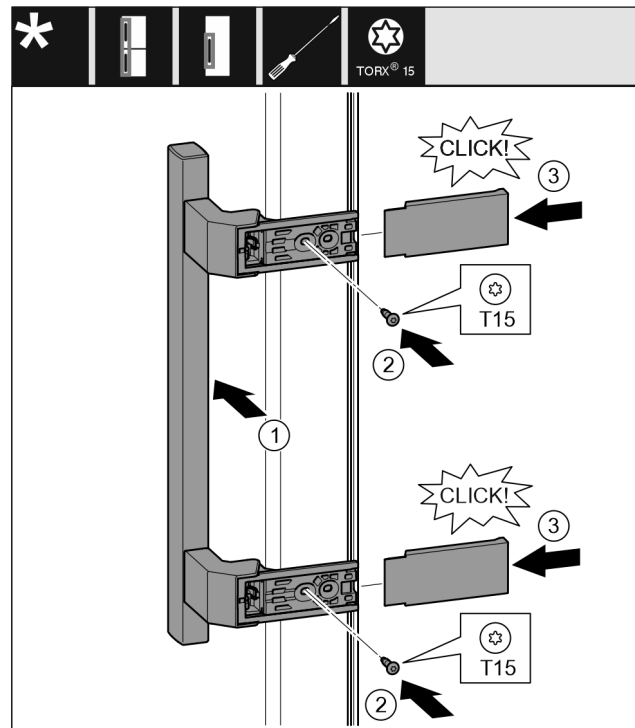

Fig. 18
- Поставете дръжката от другата страна. Fig. 18 (1)
- Затегнете винтовете с отвертка T15. Fig. 18 (2)
- Поставете отстрани капачите и ги нахлузете. Fig. 18 (3)